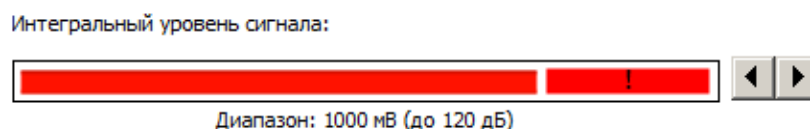

Рис. 3.26 Индикатор интегрального уровня регистрирующий перегрузку
**Внимание!** Следует избегать полного окрашивания шкалы индикатора (Рис. 3.26) что означает перегрузку измерительного канала следствием которой является возникновение нелинейных искажений сигнала приводящих к недостоверным результатам измерений.